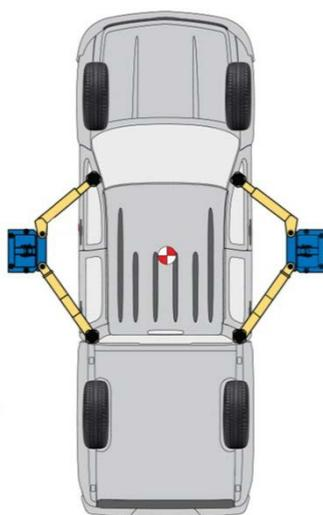

Figura 45
2. O elevador SSL 3500 é simétrico. Isto significa que o centro de gravidade do veículo sempre deverá estar alinhado à linha central das colunas (Figura 45).